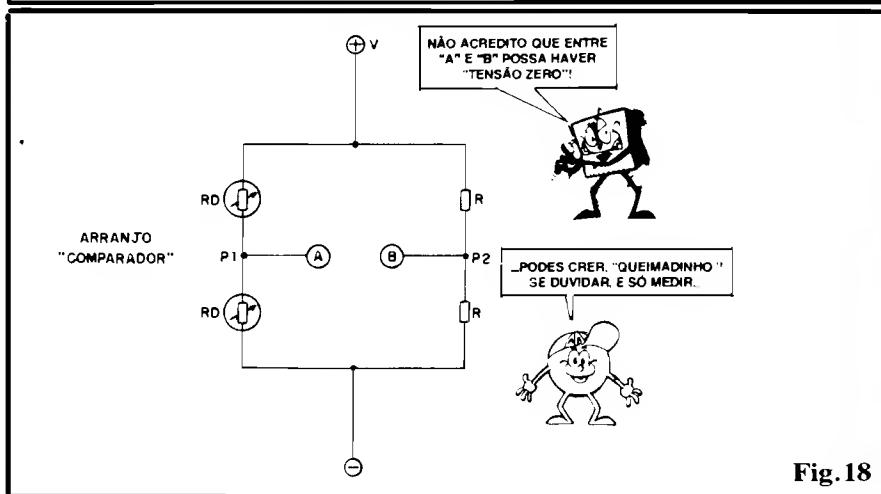

Fig. 18
- **FIG. 18** - Existe ainda um outro arranjo lógico muito utilizado (inclusive algumas das suas variações...) em sensoramentos de precisão, que é a "Ponte Comparadora" (**Wheatstone**), cuja organização básica vemos na figura. A exigência básica é que os dois RD tenham **idêntico** valor nominal e que os dois resistores comuns também tenham, entre si, idêntico valor (notem que RD não precisa ser "igual" a R... O essencial é que $RD = RD$ e $R = R$...). Nesse caso, estando ambos os RD em "repouso", submetidos a idênticos "fatores externos" (LUZ, TEMPERATURA, PRESSÃO, etc.), **nenhuma** Tensão se manifestará entre os pontos de "recolha" do sinal, A e B! Vejamos, rapidamente, **por que** isso ocorre: supondo uma alimentação geral V em 10V, com $RD = RD$ o ponto P1 estará sob 5V (V/2). Com $R = R$, o ponto P2 também estará sob 5V (V/2). Com $R = R$, o ponto P2 também estará sob 5V (V/2). Entre dois pontos sob potencial **idêntico** (5V, no caso) não há diferença de potencial a ser medida ou "sentida" e, obviamente, não há também circulação de Corrente (para que a Corrente possa ser "impulsionada" deve haver uma nítida **diferença** de potencial ou Tensão, ou seja: "sobra" de elétrons num lado e consequente "falta" deles no outro - revejam as primeiras "Aulas" do ABC...). Observem, agora, que essa situação de sinal "zero" entre os pontos A e B, irá alterar-se imediatamente (surgindo aí uma sensível diferença de Tensão...) assim que fatores externos tornarem os RD momentaneamente "desiguais" (não se apresentarão os exatos 5V em P1, o que determinará uma **diferença** de tensão entre os pontos A e B). Trata-se de um arranjo de elevada sensibilidade, podendo ser aplicado em circunstâncias bastante críticas e